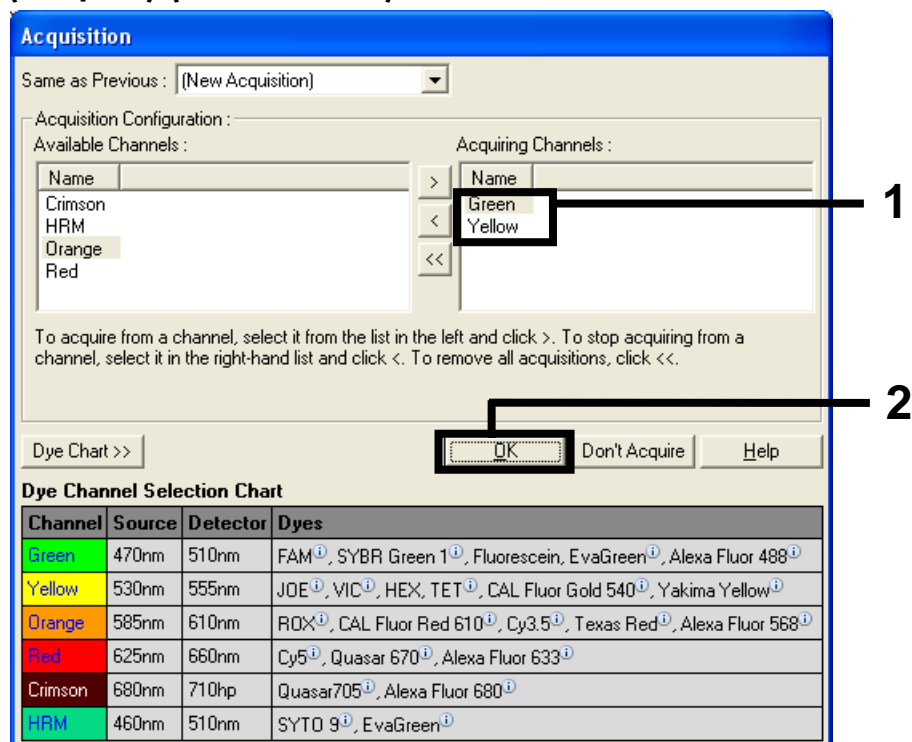

Ilustración 8. Adquisición en el paso de ciclado a 60 °C
11. Establezca **Green (Verde)** y **Yellow (Amarillo)** como canales de obtención. Para ello, seleccione el botón “>” para transferirlos de la lista “Available Channels” (Canales disponibles). Haga clic en “OK” (Aceptar) (Ilustración 8).